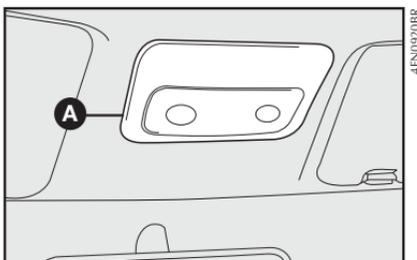
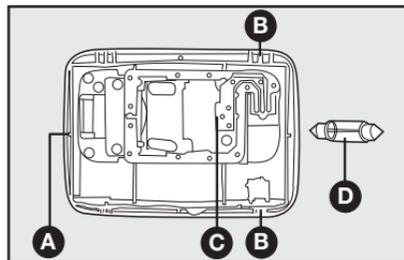

fig. 30
fig. 31
CONSOLA DE TECHO - fig. 30 y 31
– utilizando un destornillador en en el puntos **A-fig. 30** retire la consola de techo completa que está fijada a presión por las trabas **B-fig. 31**.
– quite de su alojamiento el reflector poniendo la nueva lámpara en su alojamiento **C-fig. 31** y sustituya la lámpara cilíndrica **D**.